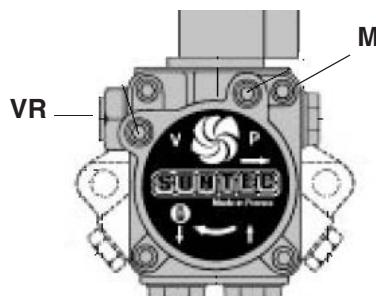

Рис. 20
- выпустить воздух со штуцера (**M**) манометра насоса (Рис. 20), расслабив слегка заглушку, но не снимая ее; затем отпустить контактор;